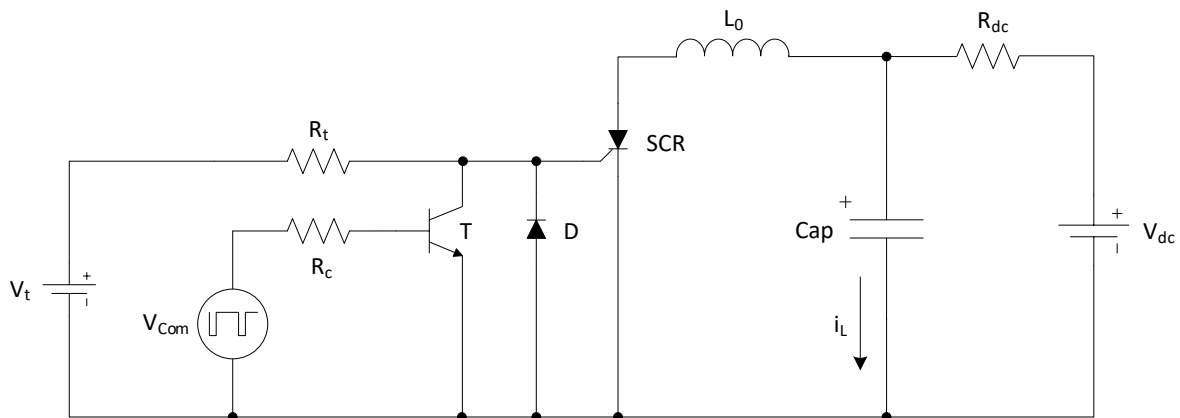

Figura 1
Para a resposta às questões colocadas no dimensionamento, considere a montagem da Figura 1.
4.2 - **Utilizando exclusivamente o software MATLAB/SIMULINK** e tendo em conta o circuito da Figura 1, em que o valores dos respetivos componentes valem: